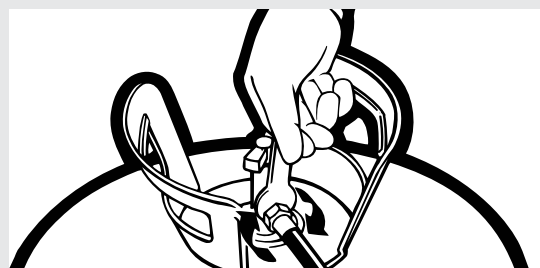

Figure 2.
3. Appliquer une couche de gelée de pétrole sur la face intérieure du Distributeur INSTA-FLO^{MC}. Cette étape facilitera le nettoyage de la face du distributeur et prolongera la durée de vie utile du Distributeur INSTA-FLO^{MC}. (Voir figure 2)